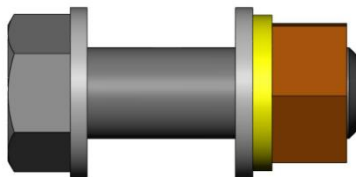

Figura 3 – Montagem dos Fixadores
- Para iniciar a montagem do conjunto, primeiramente montamos os módulos boia usando os parafusos, arruelas, arruelas de pressão e porcas (em M8). Abaixo tem-se ilustrativo de como é a correta montagem dos itens, sendo eles: Parafuso; Arruela Lisa; Arruela Lisa; Arruela de Pressão; Porca. Considerando a visualização da esquerda para direita (Figura 3).